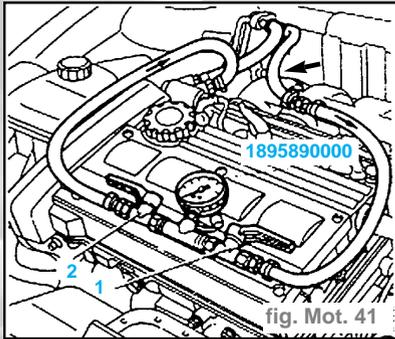

fig. Mot. 41
- Déconnecter le tuyau provenant du filtre (flèche), de la rampe de distribution carburant (fig. Mot. 41).
- Pour s'assurer que les injecteurs ne fuient pas, effectuer le branchement du premier contrôle (pression de régulation) (fig. Mot. 41). Procéder ensuite aux